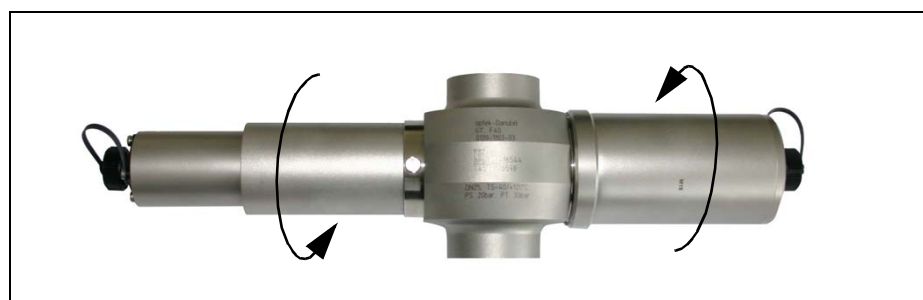

Fig. 6 Sensor instalado a través del ejemplo del sensor TF16-N
5. Enrosque a mano los brazos del sensor a la celda de medición por el lado del detector y por el lado de la lámpara (roscas derecha, fig. 6). Se recomienda usar la pasta para montaje suministrada.